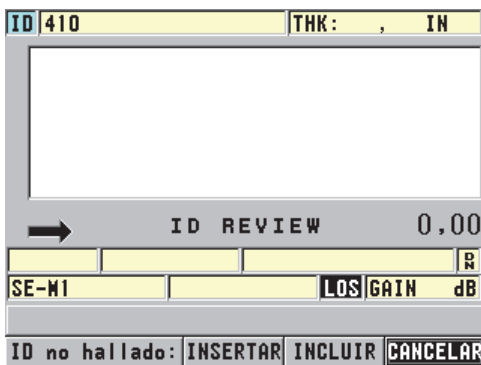

Figura 6-38 Mensaje cuando el ID modificado no se encuentra en la base de datos
6. Si el ID modificado no se encuentra en la base datos, la zona de mensajes de ayuda aparece, tal como se muestra en la Figura 6-38 en la página 137. Seleccione el botón **INSERTAR** para introducir el nuevo ID frente al ID activo.